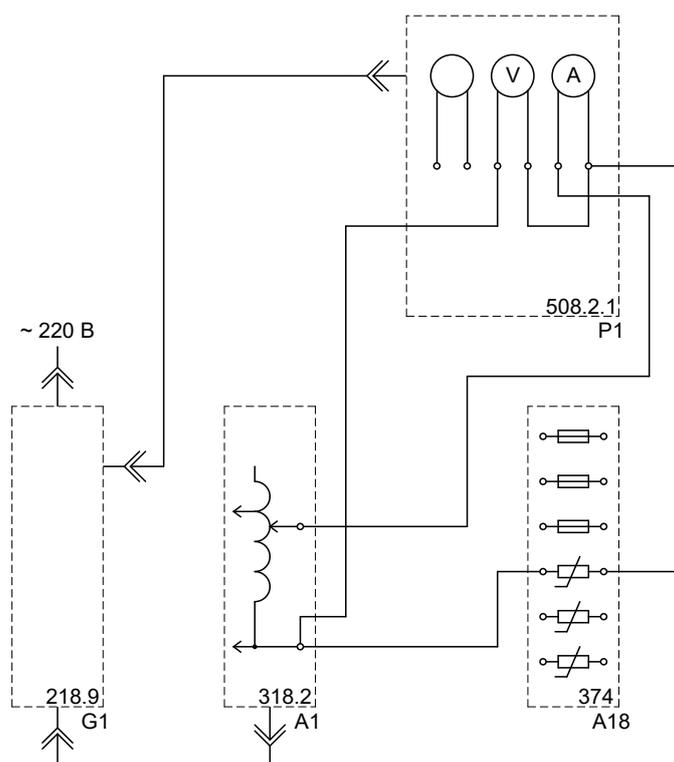

Рисунок 4.1 – Схема электрическая для выполнения лабораторной работы
3. Соедините аппаратуру в соответствии с электрической схемой (рисунок 4.1).